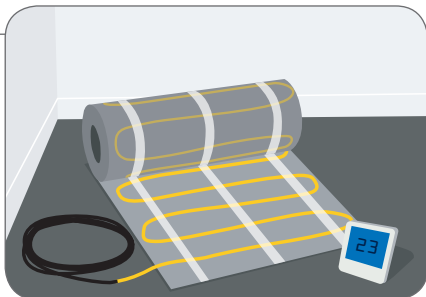

Fig. 2
- В. План: Начертите план комнаты на миллиметровой бумаге (Рис. 2, 3). **Укажите всю встроенную мебель/шкафы и т.д., а также точку нахождения терморегулятора/источника питания.** Нагревательный мат не устанавливается под закрепленными на полу предметами, например, шкафами, ванными, туалетами и т.д. Размер мата (M^2) Veria Quickmat должен быть немного меньше доступного для установки теплого пола периметра пола. Рекомендуется при раскладке отступить 5 – 10 см. от стен. Начертите на плане мат Veria Quickmat (ширина: 48 см) с промежутком 2 см между полосами раскладываемого рулона мата. Примечание: При изменении направления полосы рулона сетку мата под нагревательным кабелем можно разрезать соответствующим образом (Рис. 8а, 8б).